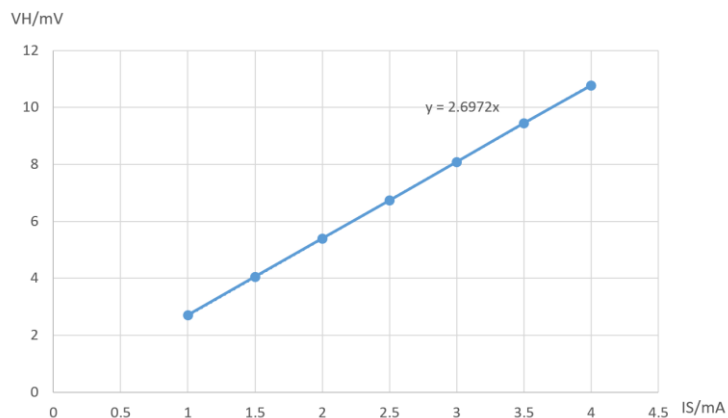
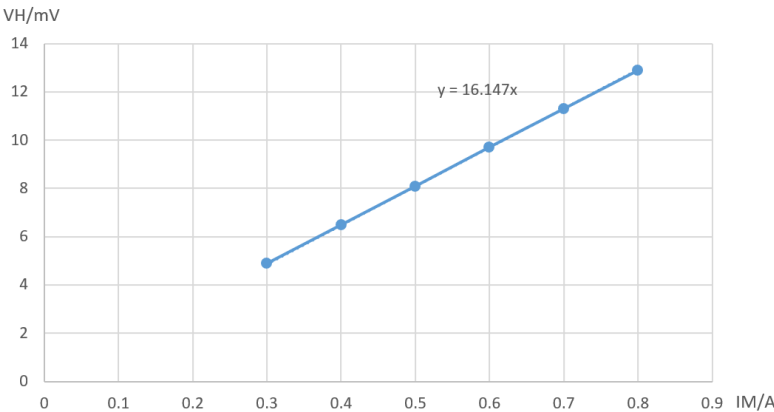

图5 霍尔电压  $V_H$  (mV) 与霍尔片工作电流  $I_S$  (mA) 的关系曲线
图 6 霍尔电压  $V_H$  (mV) 与励磁电流  $I_M$  (A) 的关系曲线
1、 $V_H-I_S$  曲线和  $V_H-I_M$  曲线分别如图 5 和图 6 所示。